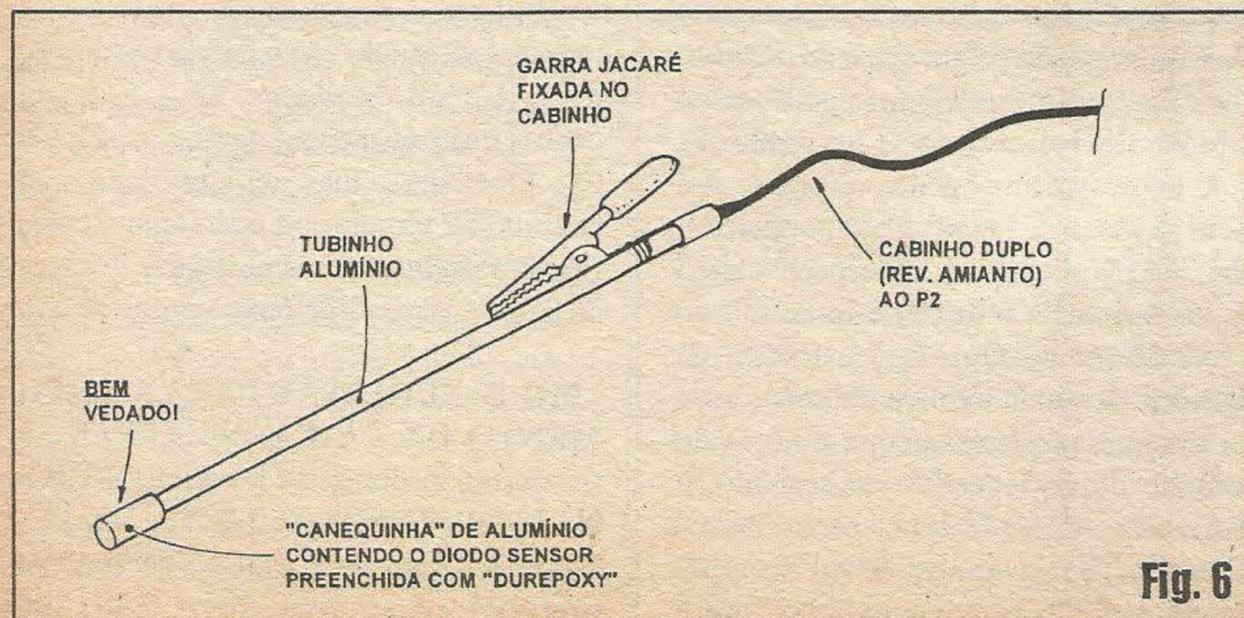

Fig. 6
**- FIG. 6 - DETALHES DA CONSTRUÇÃO DA SONDA TÉRMICA** - Não esquecer de isolar entre si, muito bem, as conexões soldadas ao **anodo** e **catodo** do diodo sensor, já que qualquer pequeno *curto* entre esses terminais invalidará o funcionamento do AFELE... Os ditos terminais, e suas conexões soldadas, também **não podem** fazer contato com as superfícies internas dos tubinhos metálicos de acondicionamento, sob pena de que sejam promovidos os já mencionados e indesejados *curtos*... O diodo sensor deve ficar dentro da *canequinha* metálica mencionada na lista de materiais especifi-